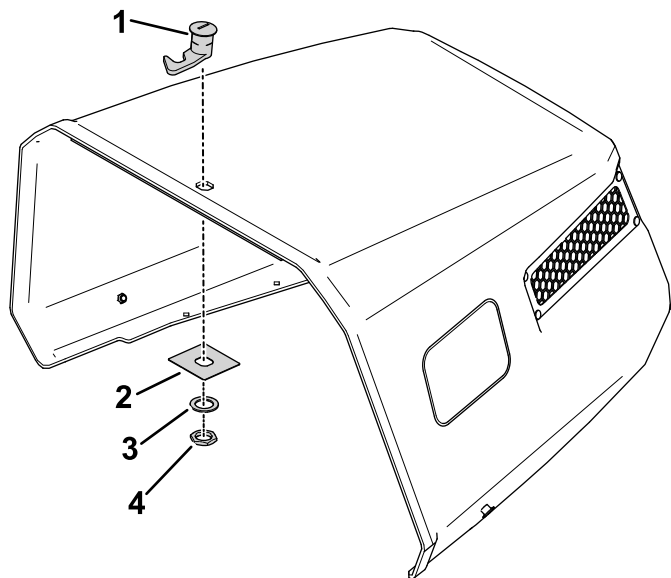

Figure 52
3. Fixez le loquet sur le capot avec l'écrou de blocage, l'entretoise et la plaque de verrouillage (Figure 52).